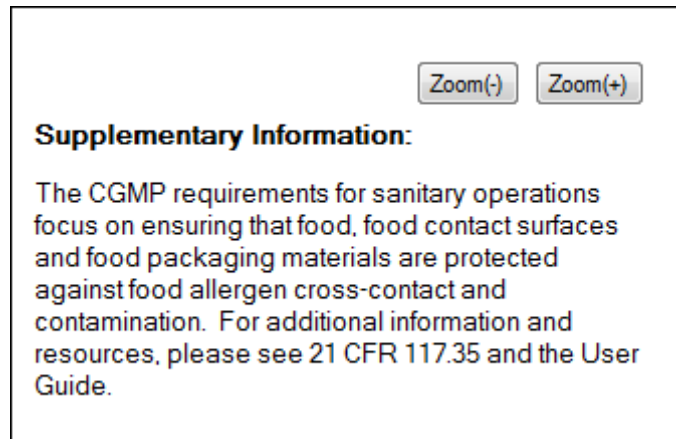

図16: 補足情報
- **Warning message**警告メッセージ: ソフト全般で必要に応じて、警告メッセージが表示される(図16)